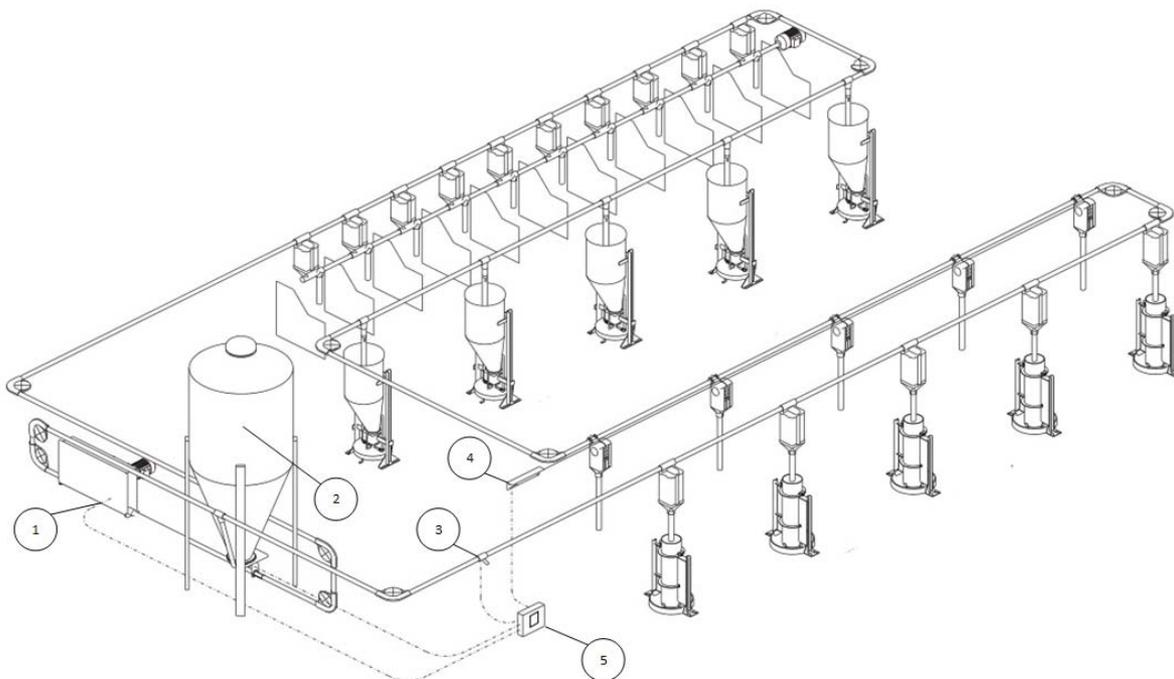

Рис. 3-2: Образец системы сухого кормления
рис. 3-2 демонстрирует пример системы сухого кормления. Система сухого кормления состоит из одной кормовой линии с одним кормовым бункером (2). Через блок управления (5) осуществляется управление приводным двигателем (1) кормораздаточной цепи и кормового бункера (2). Через входы блока управления производится считывание датчика уровня заполнения (3) и предохранительного выключателя (1).